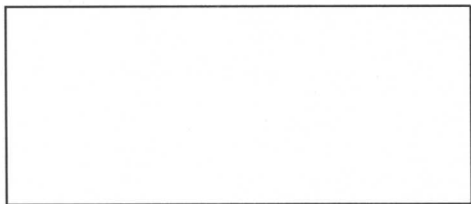

图 3-2 矩形
2. 选择“绘图”/“矩形”命令,绘制一个尺寸为1600mm×700mm的矩形,如图3-2所示。